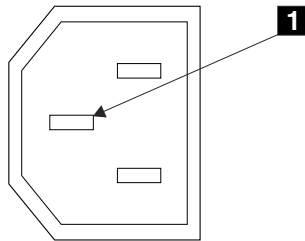

Figura 2. Piedino della messa a terra
6. Verificare la continuità tra il frame di SAN Volume Controller 2145-8F2 e il piedino della messa a terra di ciascun connettore di alimentazione principale. Il piedino della messa a terra è contrassegnato dal **1** nella Figura 2.